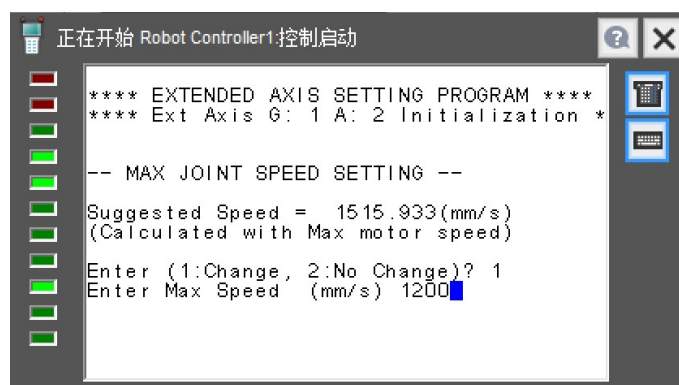

图 4.1.12
- 12) 在图 4.1.12 中为默认行走最大速度，需要修改选择 1，不修改选择 2，选择修改的话，填入相应数值。